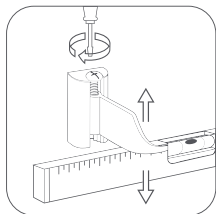

рис. 3
**!** Не снимайте полиэтиленовую защитную пленку с радиатора до окончания ремонтных работ. Для того, чтобы идеально ровно смонтировать радиатор на стену, используйте оригинальные регулируемые кронштейны Royal Thermo (рис. 3).